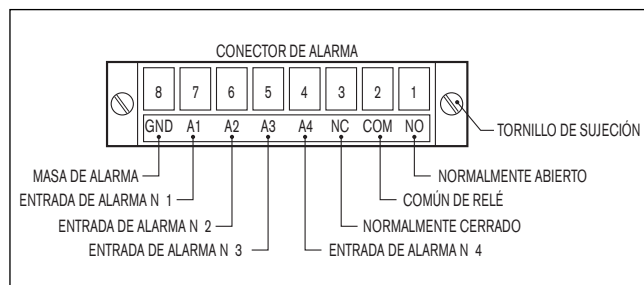

Figura 1C Conector de alarma
- a. Si se utilizan las entradas de alarma o la salida de relé, conecte los cables apropiados al conector de alarma de 8 patillas (vea la FIGURA 1C).